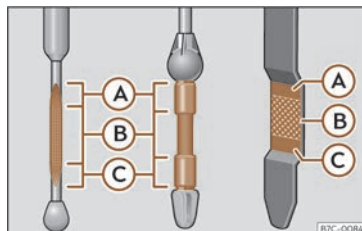

Fig. 220 Vareta de mesurament del nivell d'oli.
- A continuació, torneu a extreure-la i comproveu el nivell d'oli» **fig. 220** . En cas necessari, reposeu oli del motor.
- Quan el nivell d'oli arribi com a mínim a la zona»» fig. 220 (B), caragoleu el tap de la boca d'ompliment amb cura »» ⓘ.
Si el nivell d'oli es troba per sobre de la zona »» fig. 220 (A), no arrenqueu el motor. Podeu causar danys al motor i al catalitzador. Informe a un taller especialitzat.
El nivell d'oli no ha d'estar en cap cas per sobre de la zona»» fig. 220 (A). Si es superés el límit, es podria aspirar oli pel respirador del càrter del cigonyal i arribar a l'atmosfera a través del sistema d'escapament.